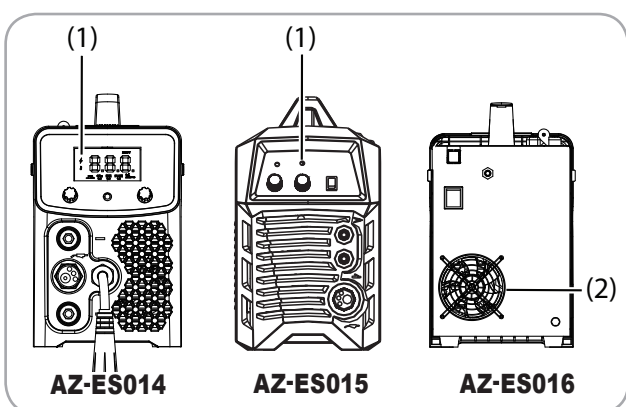

Fig.6
După ce aparatul de sudură a fost instalat conform etapelor descrise anterior, odată cu pornirea, pe display-ul aparatului se declanșează Led-ul de avertizare Fig 6 (1) iar ventilatorul se pune în funcțiune. Fig 6 (2).